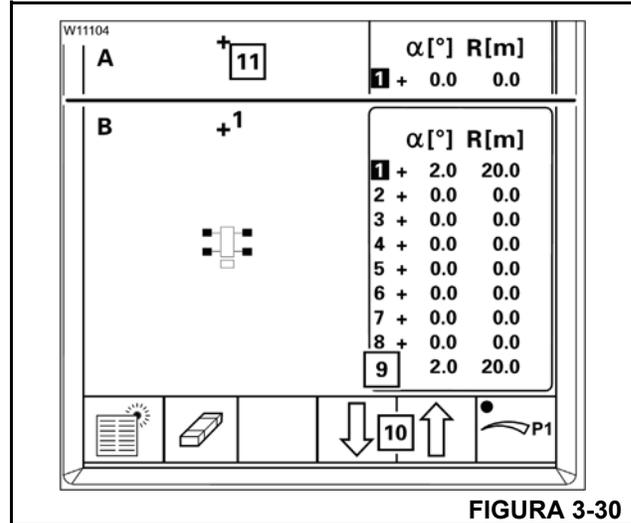

FIGURA 3-30
1. Con los botones (10, Figura 3-30), seleccione el primer punto, por ejemplo, punto (1); se pone de color azul.
2. Mueva la cabeza de la pluma principal (11) hasta justo antes del primer punto del objeto.